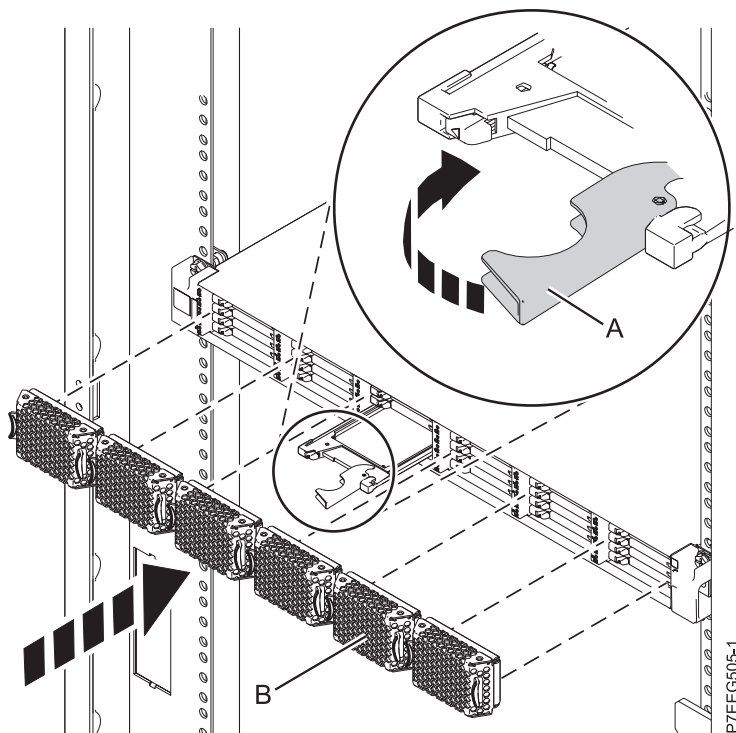

Figura 19. Instalación de una unidad de estado sólido en Alojamiento de almacenamiento PCIe de EDR1
1. Con el asa en la posición de desbloqueo, alinee la unidad de estado sólido con los rieles de guía del alojamiento. Consulte Figura 19 en la página 34,
3. Gire el asa (A) hasta la posición de bloqueo, como se muestra en Figura 19 en la página 34.
4. Instale la placa frontal (B).